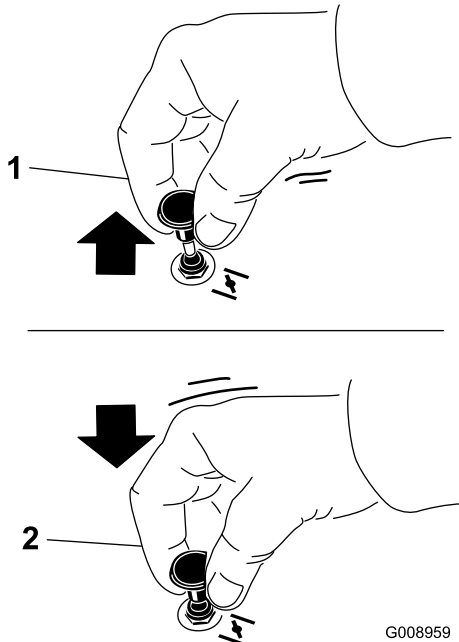

Figure 15
1. Tirez sur la commande de starter pour engager le starter avant d'utiliser le commutateur d'allumage (Figure 15).
2. Poussez sur la commande pour désengager le starter lorsque le moteur a démarré (Figure 15).